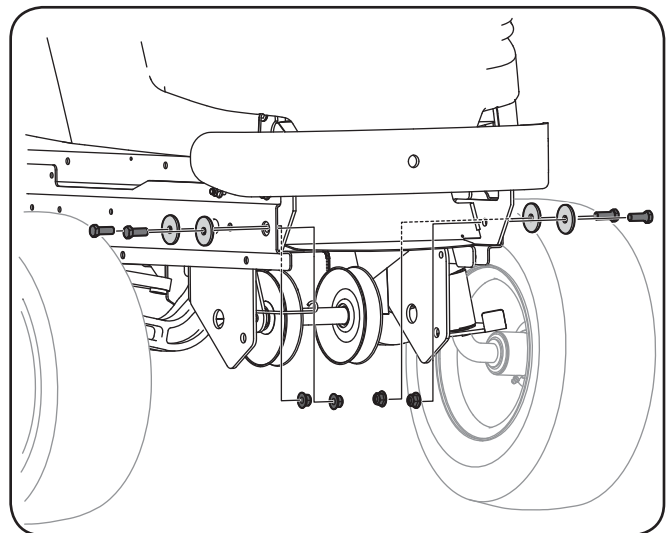

Figure 3-1
1. Utilisez deux clés de $\frac{9}{16}$ " pour retirer la quincaillerie retenant le pare-chocs au châssis. Voir Figure 3-1.